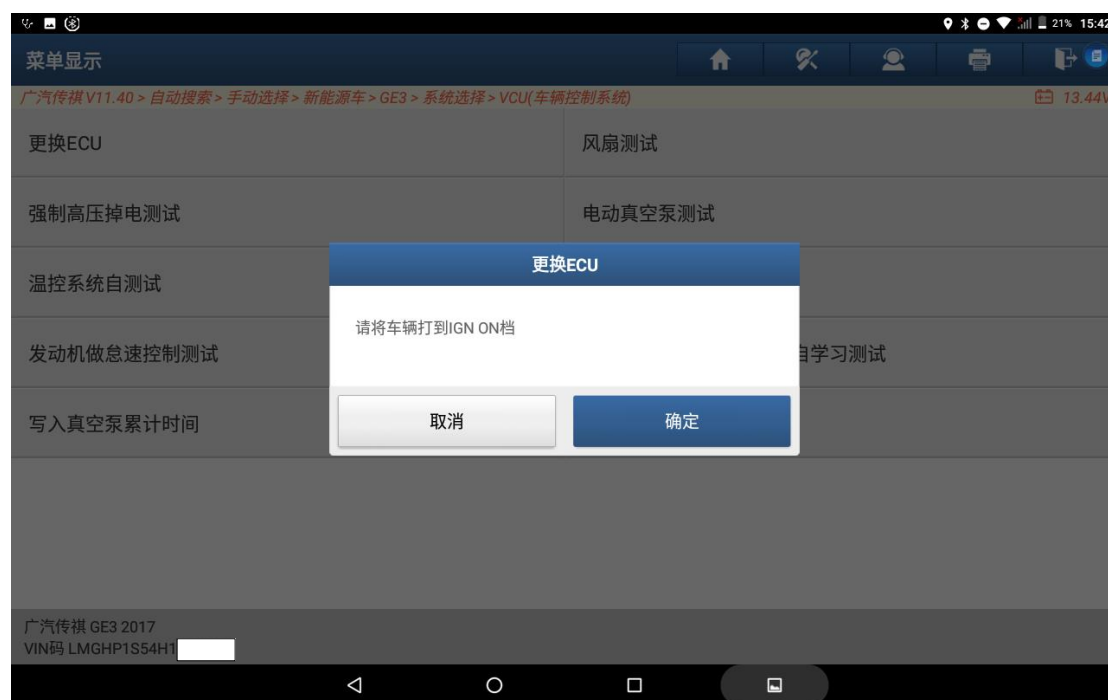

图 18
16. 选择【特殊功能】-【更换 ECU】功能，按照提示打开点火开关，点击确定，如图 18：